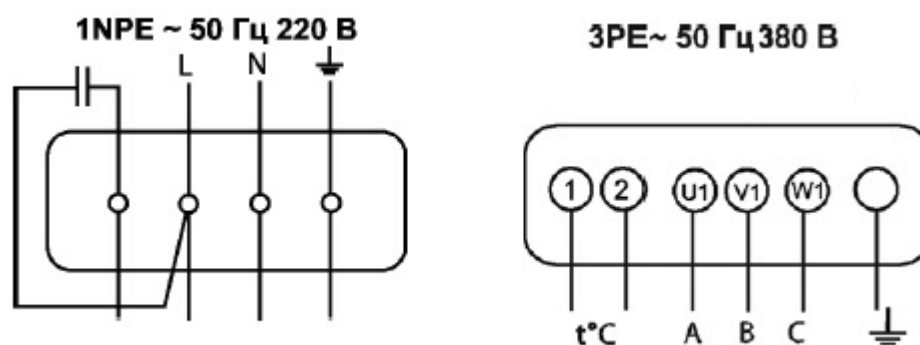

РИС. 2. Схема подключения вентиляторов ВКП
4.1.3. Электрическое подключение для сети с напряжением 220 В и для сети с напряжением 380 В должно выполняться в соответствии со схемами подключения приведёнными на рис. 2